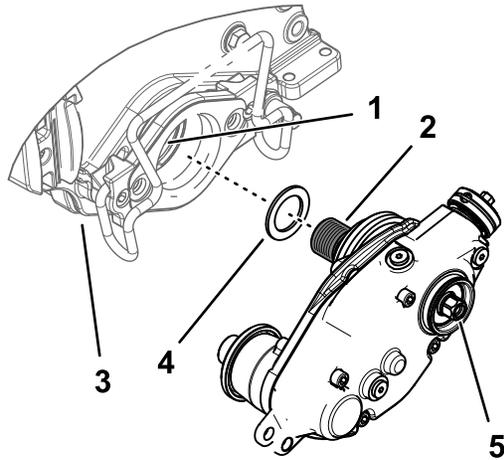

図 13
2. カuttingユニットの左側にグーマ駆動ボックスを取り付けた場合、黒色リールアダプタのねじ山部分にシムワッシャを入れる 図 13。
4. リールシャフトにグーマ駆動ボックスを取り付ける 図 13。
6. リールが回転しないようにしたら、駆動ボックスのシャフトの六角ヘッドを135-150 N·m 13.8-15.3 kg·m = 100-110 ft·lbにトルク締めする 図 13を参照。